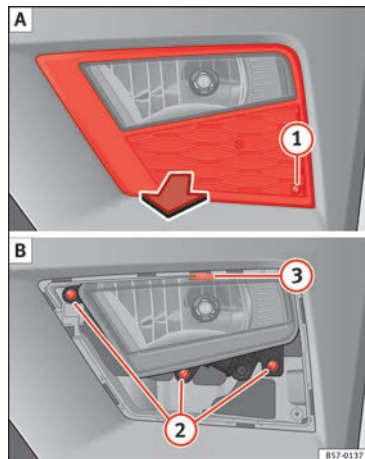
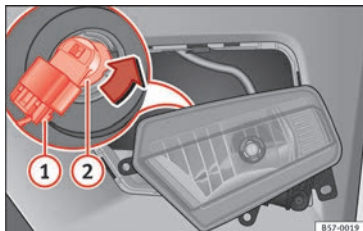

Fig. 109 Faro fendinebbia: estrarre la griglia. »
Fig. 110 Faro fendinebbia: smontaggio del supporto lampade
1. Rimuovere la vite » **fig. 109** ① **A** della griglia del faro fendinebbia servendosi di un cacciavite ed estrarre la griglia.
2. Rimuovere le 3 viti » **fig. 109** ② **B**.
3. Rimuovere la graffa metallica situata nella parte superiore del faro fendinebbia tirando verso l'esterno del veicolo ③ **B** ed estrarre il faro fendinebbia.
4. Estrarre il connettore » **fig. 110** ① della lampada.
5. Ruotare il portalampada » **fig. 110** ② verso sinistra e tirare.